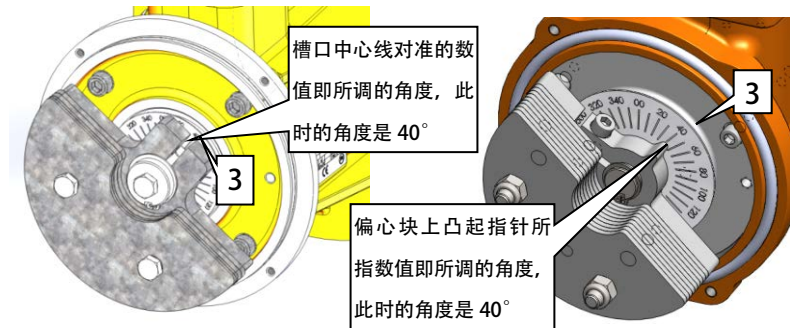

图 8 相位角调整
4.2 按需要的振动效果对偏心块角度进行调整。当偏心块槽口中心线（图 8 左）或偏心块上侧凸起指针（图 8 右）与圆形偏心块指示牌（序 3）“0”刻度线对准时，两边偏心块处于同一平面上，用户可根据自己的需要调整不同的角度已达到不同的使用效果。